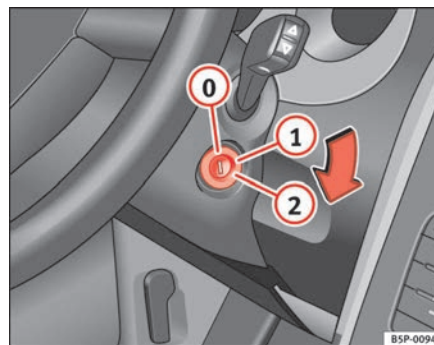

Fig. 135 Posizioni della chiave di accensione
In questa posizione ⇒ fig. 135 sia il motore che il quadro sono spenti e si può inserire il bloccasterzo.
- Girare la chiave fino alla posizione ⇒ pag. 169, fig. 135 ①. La spia  si accenderà nel caso di preincandescenza del motore.
- Quando la spia si spegne, mettere in moto girando la chiave nella posizione ②, senza dare gas.
- Girare la chiave fino alla posizione ⇒ pag. 169, fig. 135 0.